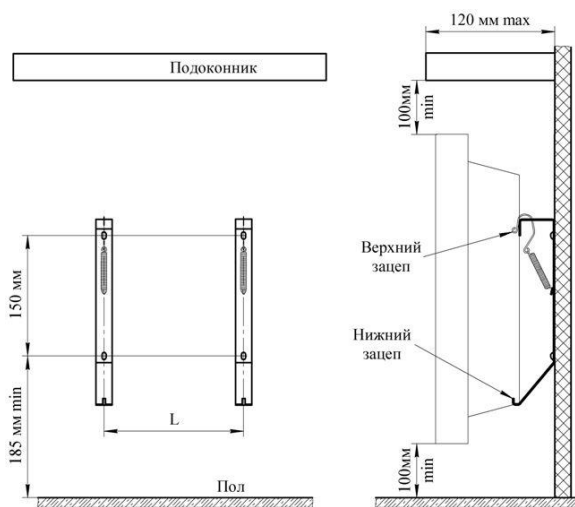

Рис. 1
5.4 Для стационарной установки конвектора выполните на стене разметку под крепёжные отверстия (см. рис.1, табл.2) и закрепите кронштейны для установки конвектора, любым доступным способом, обеспечив надёжное крепление конвектора в течении всего срока эксплуатации. Соблюдайте минимальные расстояния от поверхностей конвектора до предметов окружающей обстановки, как показано на рисунке 2 (расстояния даны в сантиметрах) и обеспечьте расположение конвектора относительно розетки, как показано на рисунке 3.